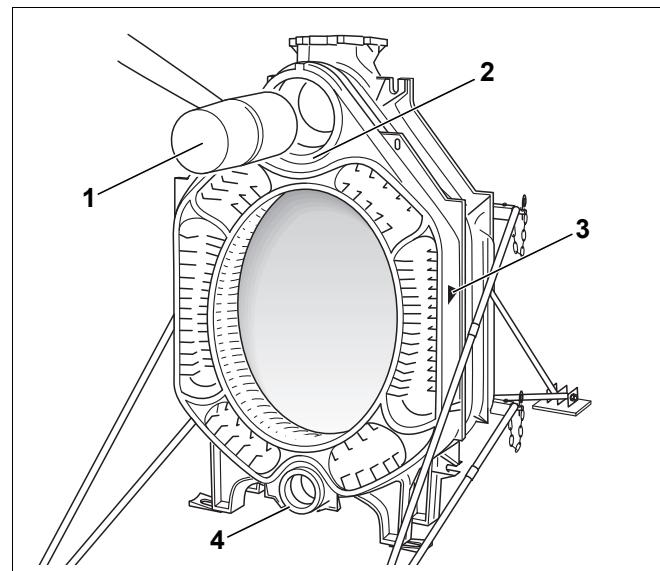

Fig. 18 Fissaggio dell'elemento intermedio
- ▶ Applicare l'elemento intermedio con il mozzo superiore e inferiore (fig. 18, [2] e [4]) sui nippli dell'elemento posteriore, la freccia direzionale (fig. 18, [3]) rivolta all'indietro.
- ▶ Fissare il primo elemento intermedio all'elemento posteriore con un martello in legno o in gomma dura (fig. 18, [1]).